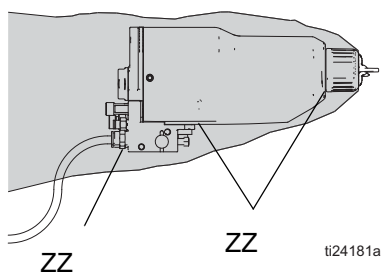

Fig. 20 Vérification de l'absence de fuites de produit
Pendant l'utilisation, vérifiez régulièrement l'absence de fluide dans tous les orifices du capot du pistolet (ZZ). Consultez la FIGURE 20. La présence de produit à ces endroits serait le signe d'une fuite de produit à l'intérieur du capotage qui pourrait provenir de fuites au niveau des raccords des tuyaux ou des joints produit.